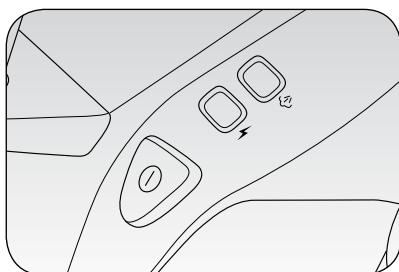

Fig. 3
Steek de stekker in een stopcontact en zet het apparaat aan door op de schakelaar voor het aanzetten (H) te drukken (Fig. 3). De verklikker ON/OFF (G) en de verklikker stoom klaar (F) gaan branden.